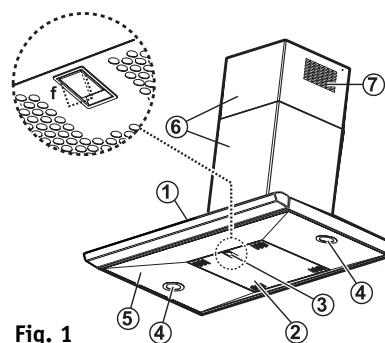

Fig. 1
2. Retirez les filtres à graisses - **Fig. 1** : tirez la poignée de décrochage à ressort (**f**) vers le bas, puis retirez les filtres.
2. Retirez le filtre à graisses (**f** - **Fig. 1**).